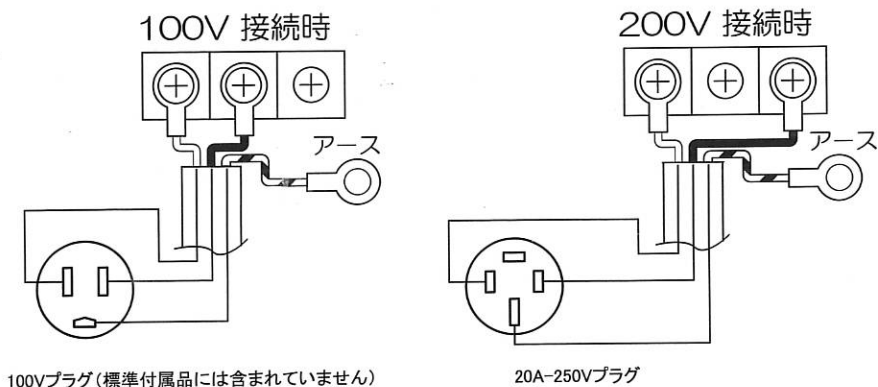

図1 電源切替方法
- ①200V接続(三相)
- 注 付属のプラグは、図1のように接続してください。(三相200V専用)
注 本体側電源の100V・200Vの切替は図1のように行ってください。